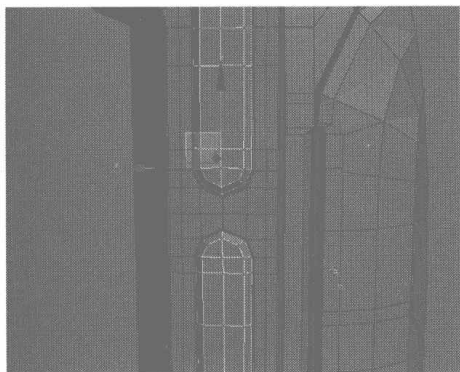
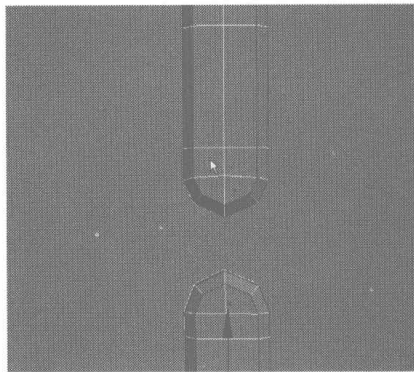
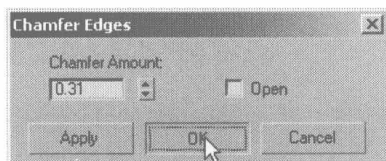

图 4.447
图 4.448
图 4.449
- 25** 为按钮上添加细分线，并进行适当的调整，如图 4.447 所示，再选择如图 4.448 所示两个按钮上的边线，在 Edit Edges 卷展栏中单击 **Chamfer** 右侧的小按钮，在弹出的对话框中设置倒角参数，如图 4.449 所示，然后将倒角后的一些多余的节点进行焊接。